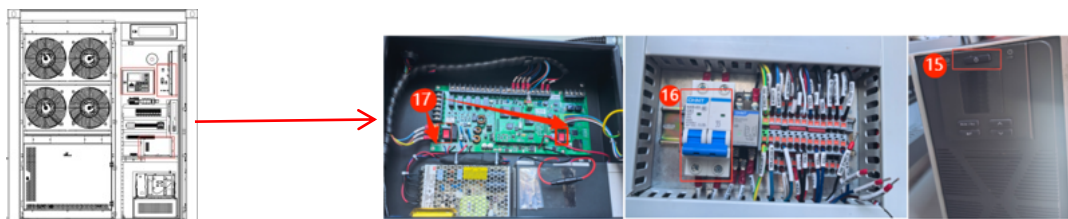

Abbildung 6-1-8: Netzschalter der übrigen Module
Schritt 5: Schalten Sie die Stromversorgung der übrigen Module ein. ⑮ Schalten Sie den Schalter der Brandmeldezentrale ein, ⑯ Schalten Sie den Schalter für die Lüftungsanlage der Brandschutzeinrichtung und den Modulkasten ein, ⑰ Schalten Sie den USV-Netzschalter ein (siehe Abbildung 6-1-8).